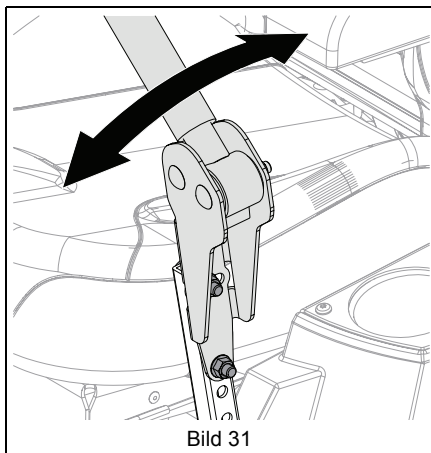

Bild 31
8. Lossa fästanordningarna, rikta upp spakarna och dra åt fästanordningarna. Se Bild 31.